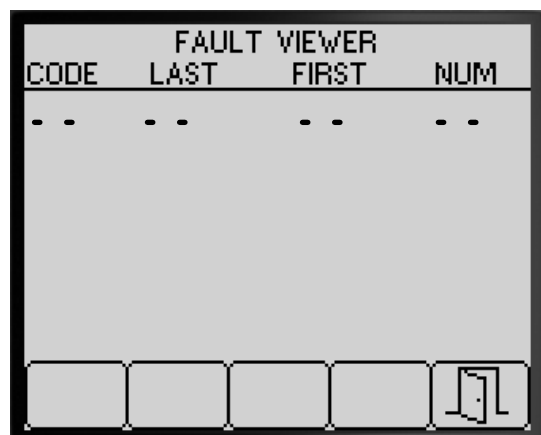

Bild 87
3. Prüfen Sie auf dem Bildschirm „Fault Viewer“ die vom Sprühsystem generierten Fehler (Bild 87).
4. Drücken Sie Taste 5, um den Bildschirm FAULT VIEWER zu beenden und auf den DIAGNOSTIK-Bildschirm zu gehen (Bild 87).
4. Drücken Sie Taste 5, um den Bildschirm INFO zu beenden und auf den DIAGNOSTIK-Bildschirm zu gehen (Bild 87).